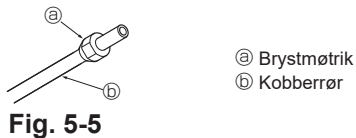

Fig. 5-5
5.2.3. Montering af møtrik (Fig. 5-5)